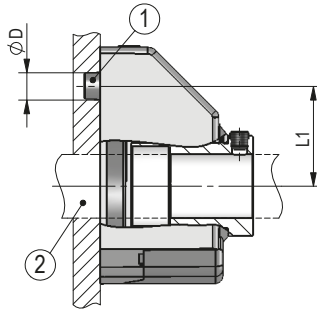

Abb. 1: Einbaumaße
- ▶ Sorgen Sie für einen geringen Wellen- und Winkelversatz zwischen Welle und Aufnahmebohrung durch geeignete Fertigungsmaßnahmen (siehe **Abb. 1** + **Tab. 1**).
Vorbereitung Montage (Abb. 1, Abb. 2, Abb. 3):
Montage (Abb. 1, Abb. 2, Abb. 3):